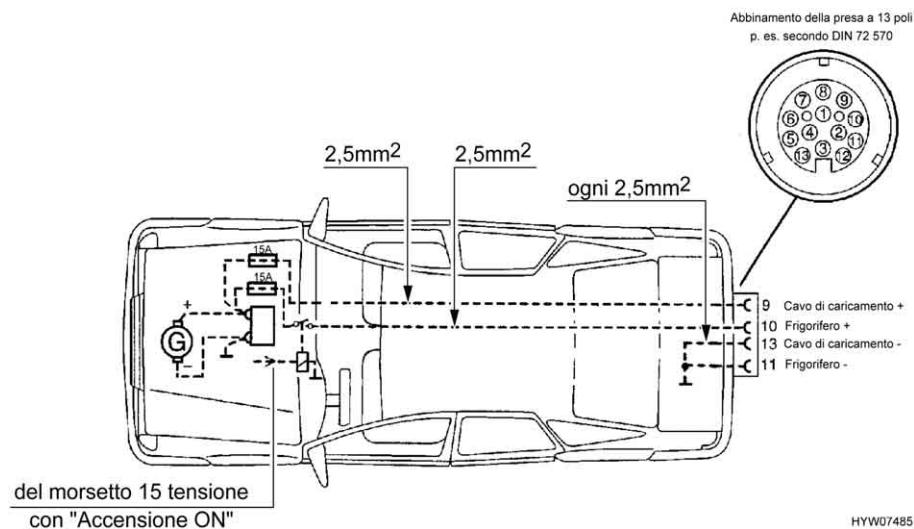

Fig. 79 Installazione per veicolo trainante
- ▷ Attrezzare la motrice con le sezioni di cavo relative e con un relais per l'alimentazione elettrica (comandata tramite accensione) (vedi Fig. 79).